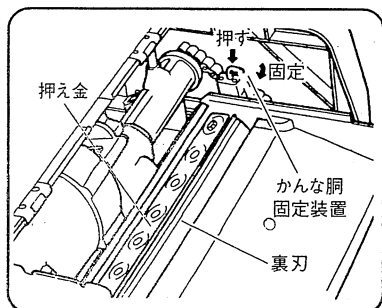

図 25
(3) かな胴固定装置のレバーを指先で押し、右(図中固定側)にまわしてかな胴を固定します。
(4) 付属のボックススパナ(10mm)で8本のかな刃取付け用ボルトのうち、押え金を押さえている内側の6本のかな刃取付け用ボルトをゆるめて抜き取ります。(図 25)
(5) 残った外側2本のかな刃取付け用ボルトは1/4回転程度ゆるめます